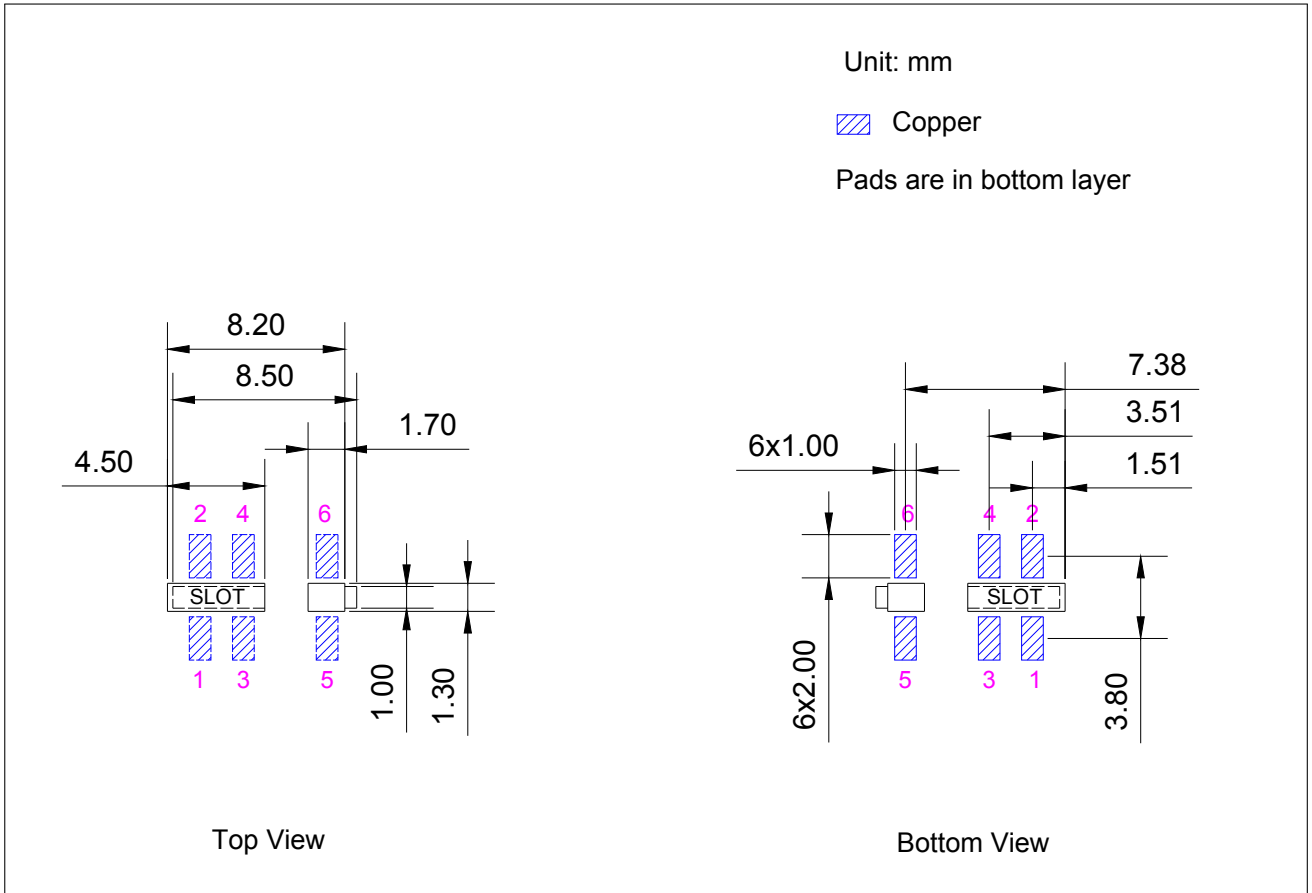

图 7: 推荐 PCB 封装图形
- 推荐 PCB 封装图，标有 PCB 设计所需的全部尺寸。详见图 7 推荐 PCB 封装图形。